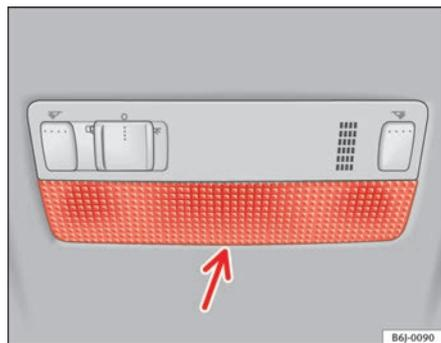

Fig. 148 Luz de lectura delantera
- Introduzca un destornillador fino por su parte plana entre la carcasa y el cristal ⇒ fig. 148.